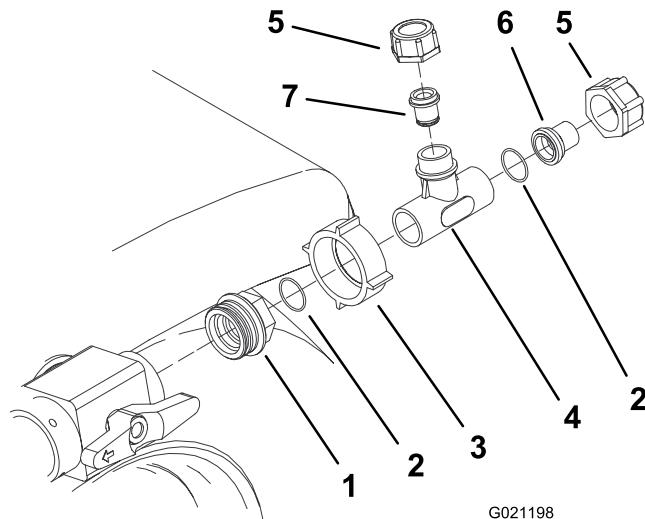

Figura 10
13. Collegate l'estremità grande con riduttore del raccordo a T alla valvola dei regolazione (Figura 10).
14. Girate il dado di plastica grande per fissare il gruppo raccordo a T alla valvola di regolazione (Figura 10).